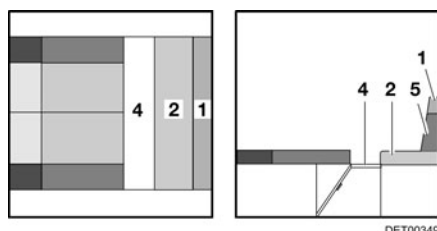
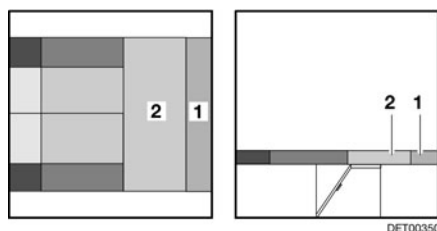

Fig. 102 Durante la transformación
Fig. 103 Después de la transformación
- Extraer el somier (Fig. 102,4).
- Tirar del cojín del asiento (Fig. 103,2) hacia el grupo de asientos central.
- Separar el cojín adicional (Fig. 103,1) del cojín del respaldo (Fig. 102,5). El cojín adicional está fijado al cojín del respaldo con cinta velcro y puede separarse fácilmente.